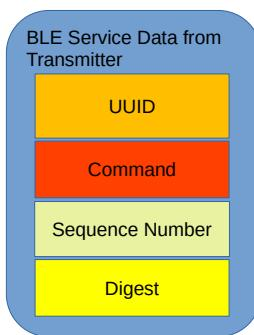

Figure 1. Structure de données simplifiée.
Cette structure AD est utilisée pour transmettre une commande à distance. L'UUID de 128 bits correspond à un identifiant (ID) d'émetteur unique. En d'autres termes, chaque émetteur définit un service BLE spécifique. Les données jointes à l'UUID sont structurées comme suit, et sont représentées simplifiées sur la **figure 1** :